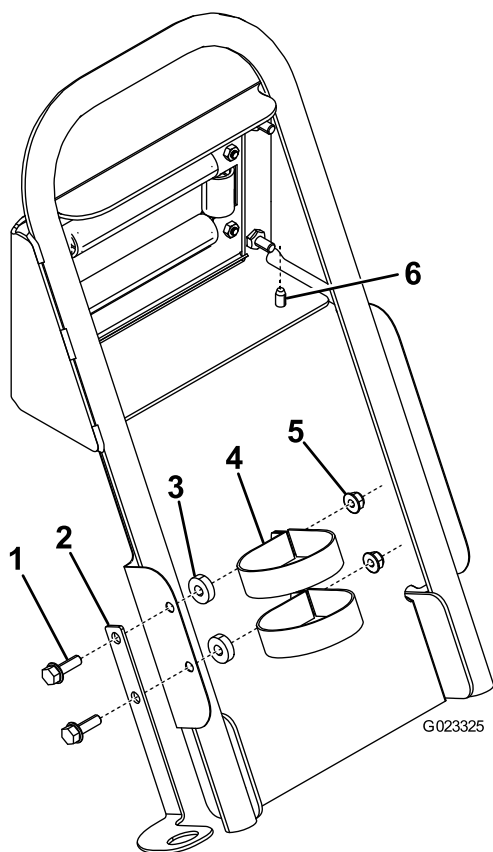

Figura 9
7. Sujete la parte superior del guardabarros al asa usando 2 tornillos autorroscantes (Figura 9).
- Sujete el soporte de la pistola de fumigación al guardabarros, según se muestra en Figura 9.